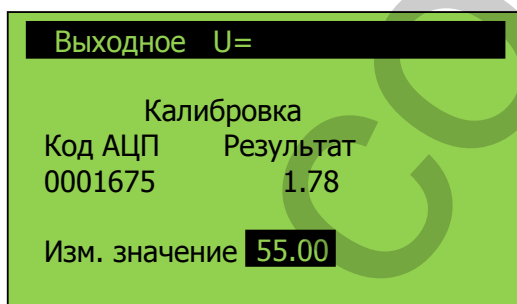

Рисунок 26 – Внешний вид окна «Выходное U = / Калибровка»
3.5.5.7 Плавным вращением рукоятки регулятора напряжения по часовой стрелке установить по показаниям киловольтметра (PV1) значение напряжения на выходе Аппарата равное приведенному значению (мигающему) в окне Выходное U = / Калибровка в строке «Изм. значение» (см. рисунок 26).